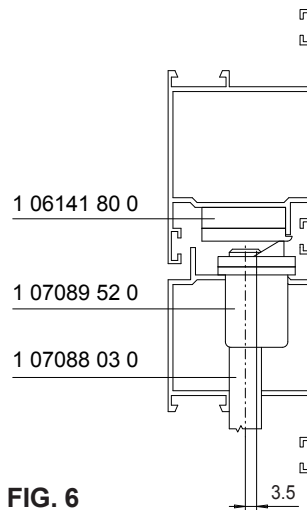

FIG. 6
- Automático, utilizando el dispositivo de desbloqueo varillas Art. 1.07089.52.0 - **Fig. 6**